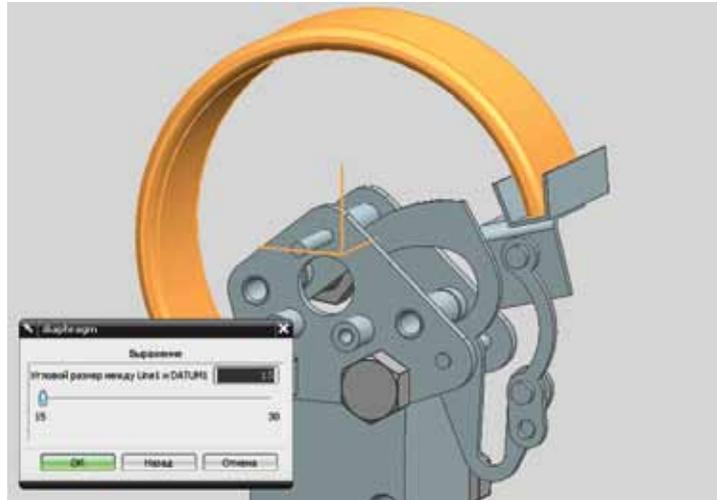
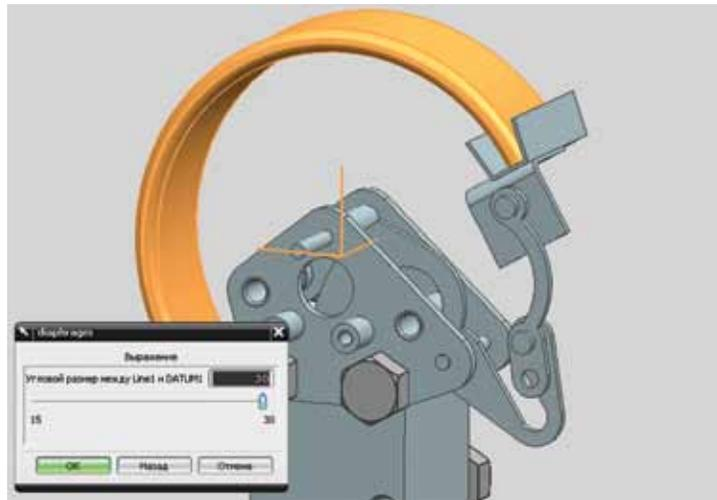

Рисунок 4.13
Рисунок 4.14
- В Навигаторе сборки укажите компонент diaphragm и в его контекстном меню выберите команду «Деформация». В открывшемся диалоговом окне выберите в качестве контекста деформации device и нажмите кнопку «Изменить». Откроется окно с параметрами деформации для компонента diaphragm. Установите значение параметра «Угол» в 30 и нажмите ОК. Вы получили другую форму деформируемого компонента. Обратите также внимание, что благодаря сборочным связям изменилось и положение рычага (компонент lever). Изображение сборки до и после деформации показано на рисунках (рис. 4.13, рис. 4.14).